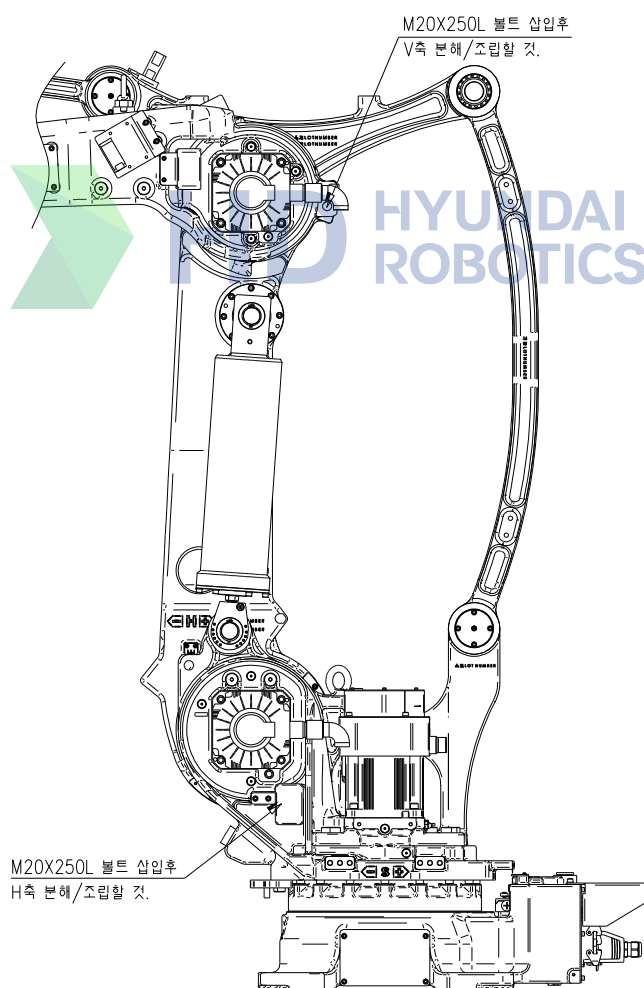

图 6.1 H、V 轴 ARM 降落防止方法 (HP130)
本机器人的电机内装有维持臂部姿势的制动器，如果拆卸电机，臂部就会降落。为了防止臂部降落，必须利用 M20×250 螺丝按下图[图 6.1]所示固定 A2 FRAME 与第二个臂部，或者利用起吊机等固定臂部等采取安全措施。尤其，绝对不允许用手扶持臂部。
- (1) 把控制器转换为手动模式，使之设备处于运行准备[ON]状态。如果未处于运行准备[ON]时，应采取措施防止臂部降落，并确认是否正确固定。然后从(4)作业开始进行。
- (2) 替换电机的轴应采取基本姿势。
- (3) 主轴(S、H、V)：请参考[图 6.1]。